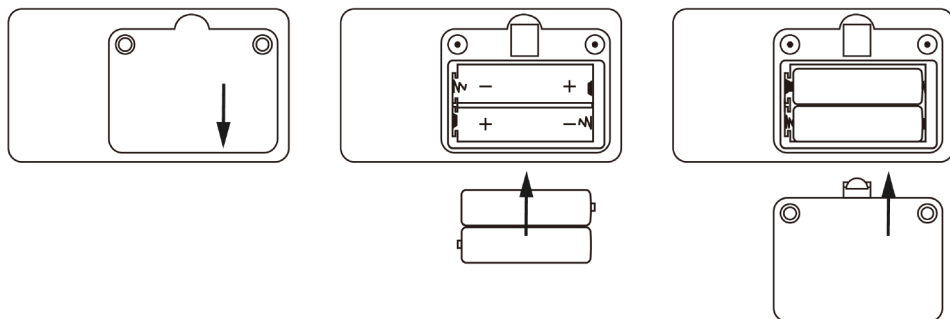

Figura 3. Instalare baterii
- A. Consultați Figura 3. Utilizați o șurubelniță pentru a slăbi cele două șuruburi din compartimentul bateriei de pe spatele produsului și deschideți capacul din spate al compartimentului bateriei.